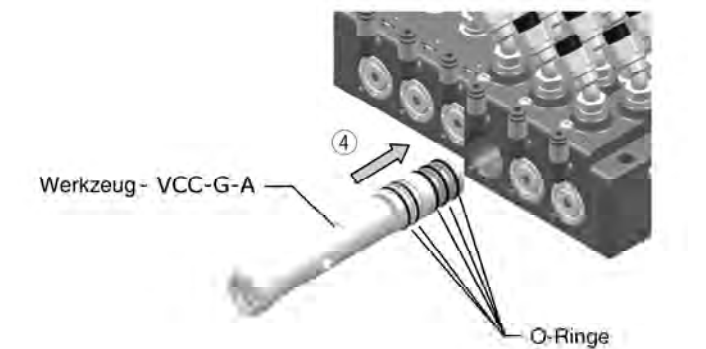
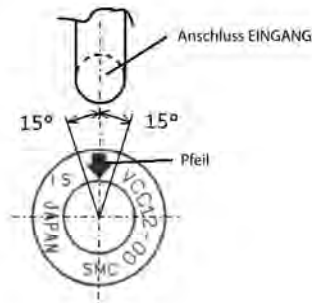

Abb. 6
Abb. 8
- Das Ventil langsam und gerade ④ in den Ventilblock einführen, siehe Abb. 6. Sicherstellen, dass sich der Pfeil auf dem Ventil in einem Radius von 15° vom EINGANGS-Anschluss befindet (siehe Abb. 8).